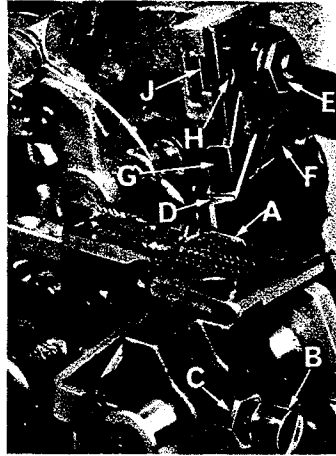

Fig. 13
Montiere den Untermesserhalter. Das Untermesser (A, Fig. 13) muß so eingestellt werden, daß seine Schneidkante mit der Oberfläche der Stichplatte eben ist. Die Einstellungen werden mittels Sechskantschraube, mit welcher das Untermesser befestigt ist, durchgeführt. Das Untermesser wird mit Federdruck gegen das Obermesser gepreßt, so daß eine seitliche Einstellung beim Verändern der Nahtbreite nicht erforderlich ist.
Setze den kompletten Obermesserhalter ein. Prätze das Obermesser (D, Fig. 13) durch anziehen der Mutter (E) fest, die Obermesserpratze (F) muß dabei soweit wie möglich im Uhrzeigersinn gegen das Obermesser gedrückt werden. In der untersten Stellung seiner Bewegung darf die vordere Schneidkante des Obermessers nicht weniger als  $1/64'' = 0,4$  mm unterhalb der Schneidkante des Untermessers stehen. Der Kettenschuh (G) muß von der Schneidkante des Obermessers leicht zurückgesetzt sein.
Replace lower knife holder assembly. Lower knife (A, Fig. 13) should be set with cutting edge flush with throat plate surface. Adjustments are made with hexagonal head screw which holds lower knife. Lower knife is spring pressed against upper knife, so no lateral adjustment is necessary when width of trim is changed.
Replace upper knife assembly. Clamp upper knife (D, Fig. 13) in position, setting nut (E) to hold clamp (F) in its most clockwise position against upper knife. At bottom of its stroke, front cutting edge of upper knife should extend not less than  $1/64'' = 0,4$  mm below cutting edge of lower knife. The chain guard (G) should be set down against the upper knife and slightly back from the cutting edge.